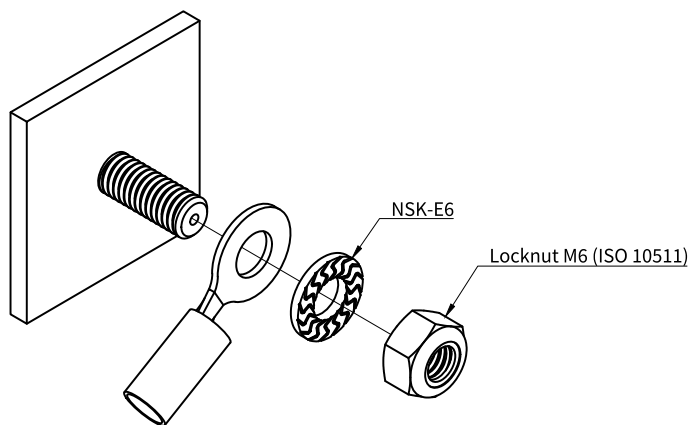

Figure 6 **Montage des Erdungskabels am Erdungsbolzen**
- Montieren Sie das Erdungskabel wie in Figure 6 gezeigt.